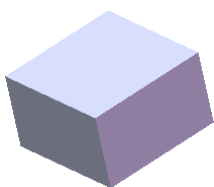
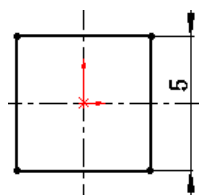

图 13.4.9 凸台—拉伸 1
图 13.4.10 横断面草图
Step2. 创建图 13.4.9 所示的零件基础特征——凸台—拉伸 1。
(1) 选择命令。选择下拉菜单 **插入(I)** → **凸台/基体(B)** →  **拉伸(E)...** 命令(或单击“特征(F)”工具栏中的  按钮)。
(2) 定义特征的横断面草图。选取前视基准面作为草图基准面，绘制图 13.4.10 所示的